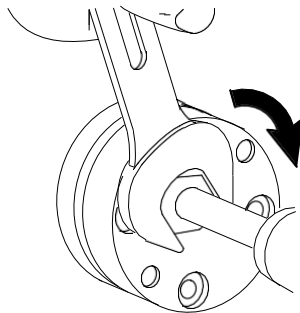

Figura 5-3 Apertando o Parafuso Gland da Bomba (sentido horário)
3. Ver a Figura 5-3. Usando uma chave de boca de cabo curto de 24mm (com calibração de desvio de 15 graus), apertar o parafuso gland da bomba aproximadamente  $\frac{1}{4}$  de giro no sentido horário (na direção da rotação da bomba). Quando o parafuso não poder ser mais apertado, substituir a bomba.